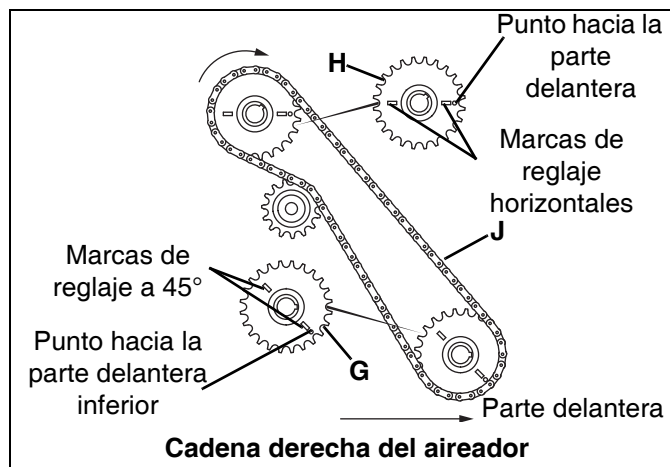

Figura 6D
4. Gire la rueda dentada del árbol de distribución derecho (**G**) hasta que la ranura de chaveta apunte hacia la parte delantera de la unidad. Las marcas de reglaje deben estar a un ángulo de 45° con el punto hacia la parte delantera inferior. [Ver Figura 6D]